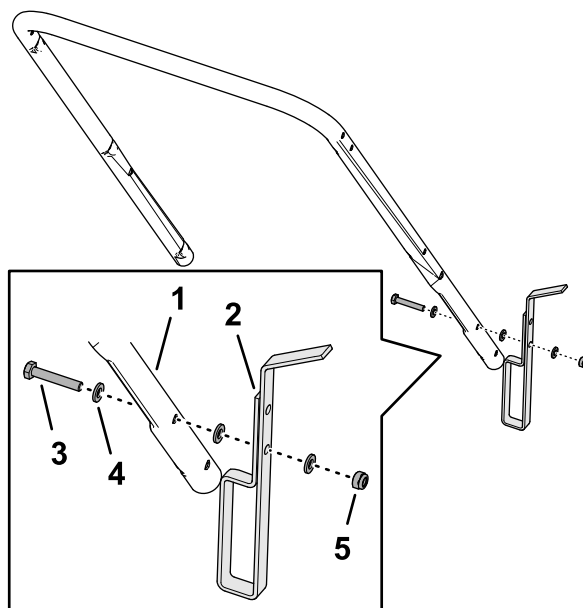

Figur 3
1. Bestem håndtakshøyden når håndtakssperren er festet til braketten for oppoversperren (Figur 3).